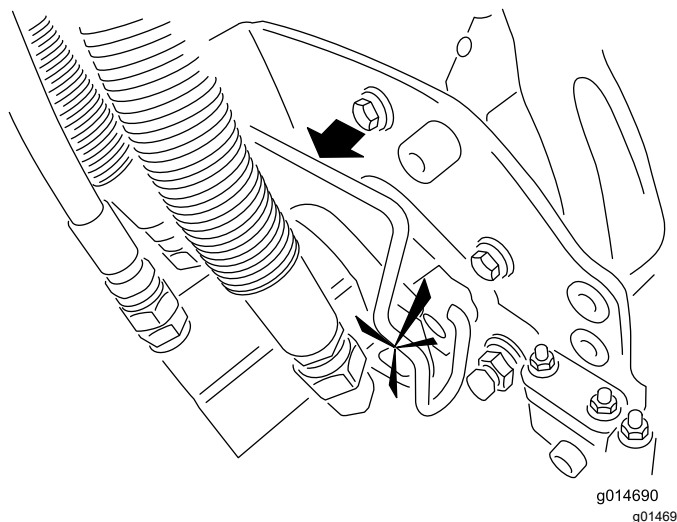

Figure 49
5. Enduisez de graisse propre l'arbre cannelé du moteur de l'unité de coupe (Figure 49).
6. Insérez le moteur dans le côté gauche de l'unité de coupe (vu par rapport à la position de l'utilisateur) et tirez la barre de retenue du moteur, située sur l'unité de coupe, vers le moteur jusqu'à ce que vous entendiez un déclic des deux côtés du moteur (Figure 49).